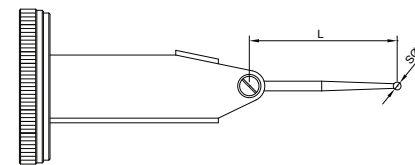

fig.6
- 4. Chaque type de comparateur à cadran dispose d'une longueur de stylet spécifique (L, fig. 6). Si la longueur n'est pas correcte, cela entraînera une erreur de mesure. Veuillez vous reporter au tableau suivant pour choisir le stylet approprié.